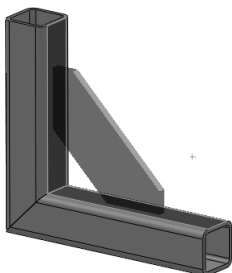

图 9-38 角撑板的倒角
- “倒角”按钮:单击此按钮可为角撑板设置倒角,以便为角撑板下的焊缝留出空间,如图9-38所示。其参数设置与倒角基本相同,此处也不做过多叙述。